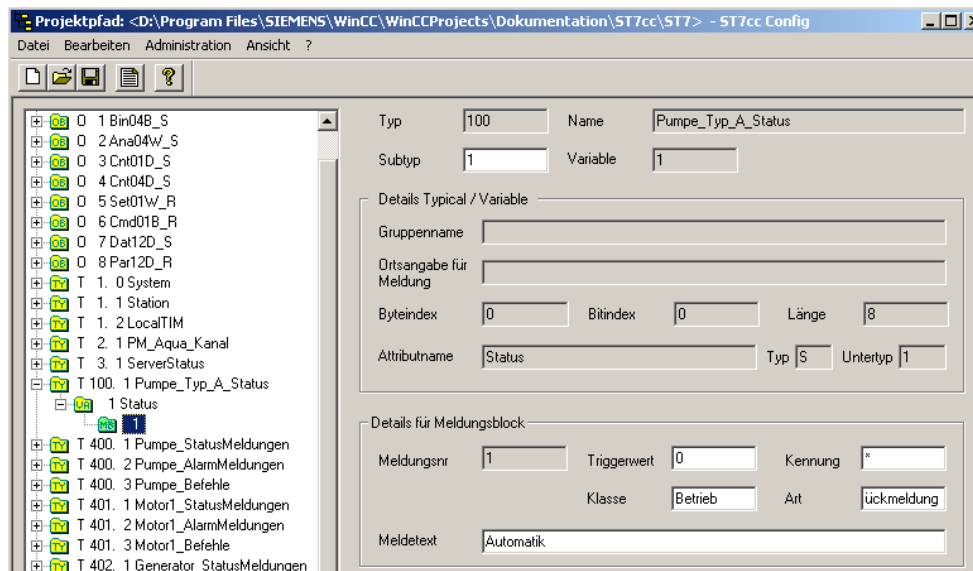

Bild 4-34 Eingabefelder zur Parametrierung der Meldeverarbeitung (Meldeblocks)
- Geben Sie in das Eingabefeld des Dialogs *Hinzufügen* die variablenspezifische Nummer (1 bis 99) der Meldeverarbeitung / des Meldeblocks ein und bestätigen Sie mit *Ok*. Mit der Bestätigung wird organisatorisch der Parameterblock für die Meldeverarbeitung angelegt (siehe Bild 4-34).
- Selektieren Sie mit der linken Maustaste den zu bearbeitenden Meldeblock. Im Fensterbereich *Details für Meldeblock* werden die Eingabefelder zur Parametrierung der Meldeverarbeitung (Basisfunktion) angezeigt (siehe Bild 4-34).